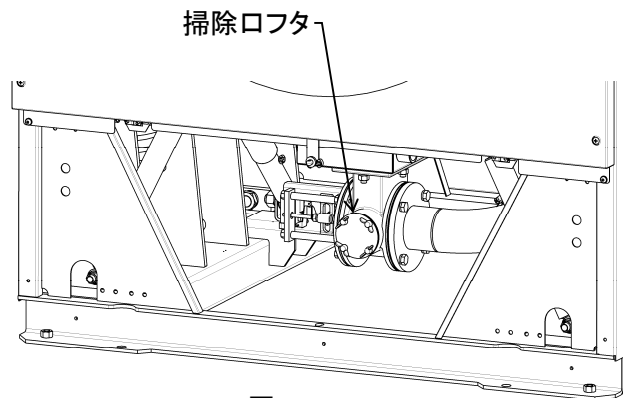

図8-15
- ・ 前面下部カバーを外します。(図8-15)
- ・ 前面に⑰掃除口フタが見えます。